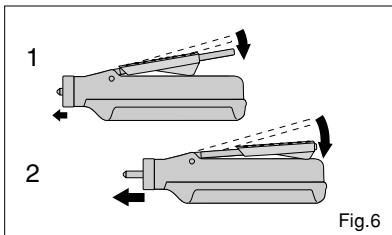

Fig.6
- 2) The finger grip can be moved forwards or backwards to change the quantity of material to be dispensed. (Fig.6)
- 2) Der Dosierschieber kann sowohl nach vorne, als auch nach hinten geschoben werden um die Menge des herauszudrückenden Materials zu verändern. (Fig.6)